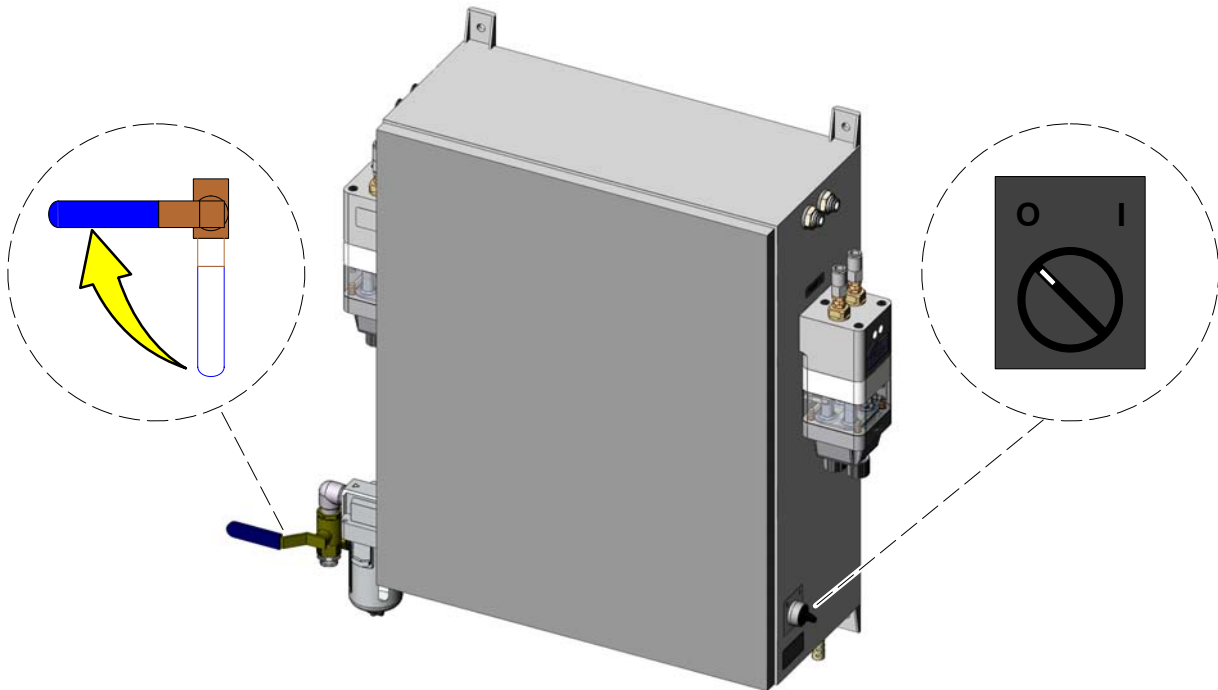

Bild 1 Avstängning av luft och matningsspänning
1. Se bild 1. Stäng ventilen för tryckluftstillförsel och trigga pistolerna för att sänka trycket.